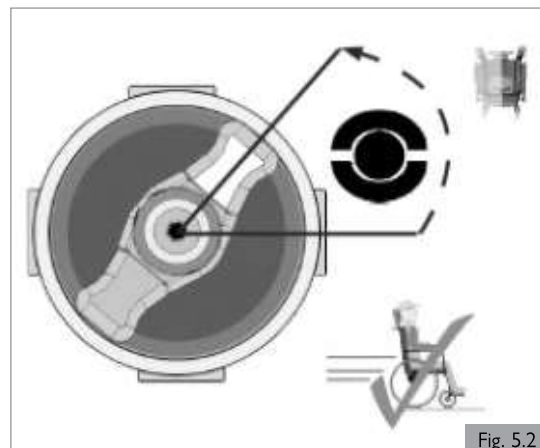

Fig. 5.2
1. Pour la conduite du fauteuil (Fig. 5.2). Position « Conduite » : Alors que le fauteuil roulant est éteint, tournez le commutateur de sorte que le levier situé du côté de la roue motrice soit orienté vers le haut.